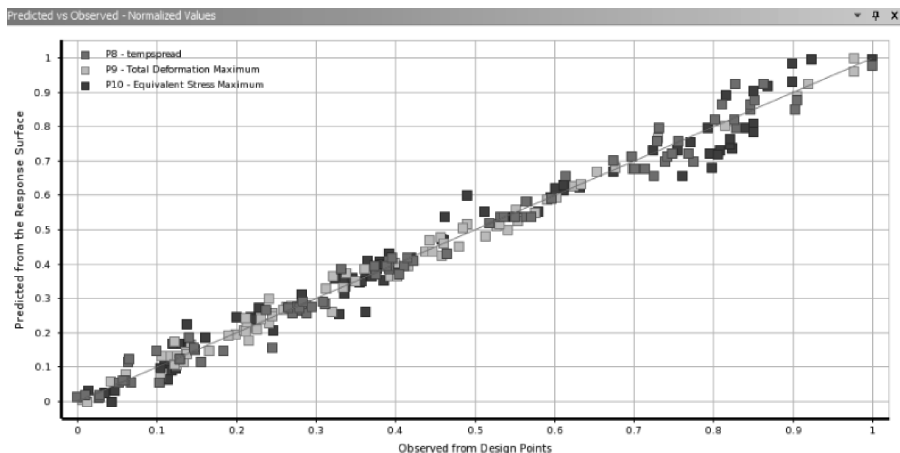

图 12-68 设计点图
(3) 双击【Response Surface】，进入响应面环境，在大纲窗口中单击响应面【Response Surface】→【Properties of Outline D3: Response Surface】→【Metrics】→【Goodness of Fit】，可以观看设计点图，如图 12-68 所示。